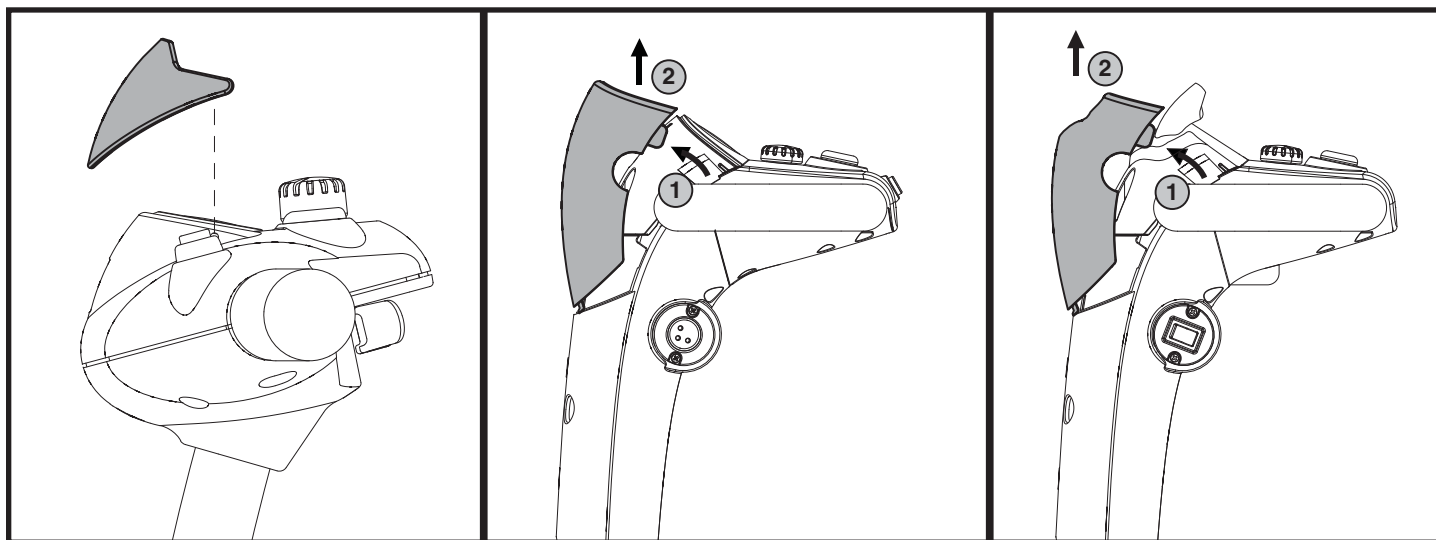

Figure 16. Visière de la console
1. Tirez doucement sur la visière vers l'arrière du Travel Scooter pour le détacher de la fixation velcro et le retirer de la console. **Voir la figure 16.**